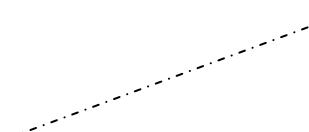

图 4.13.3 绘制中心线
Step2. 选择 草绘(S) → 构造线 → 中心桥架 命令，绘制图 4.13.3 所示的中心线。